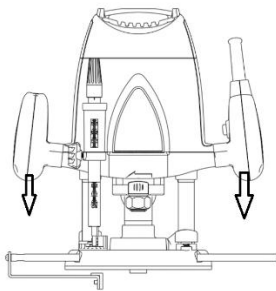

Рисунок 4
- натиснувши на рукоятки виробу, опустити фрезер на необхідну глибину (рис. 4);